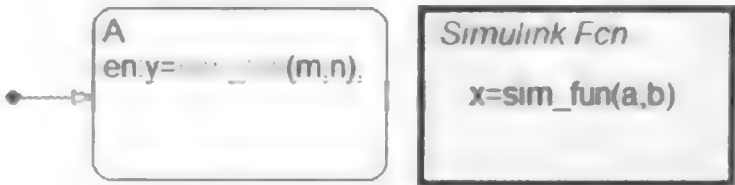

图 3.6.23 调用 Simulink 函数
(5) 向图表中添加状态,并定义其 entry 动作为 $\text{sim_fun}(m,n)$,则当该状态被激活时,即调用 Simulink 函数 $\text{sim_fun}()$,如图 3.6.23 所示。